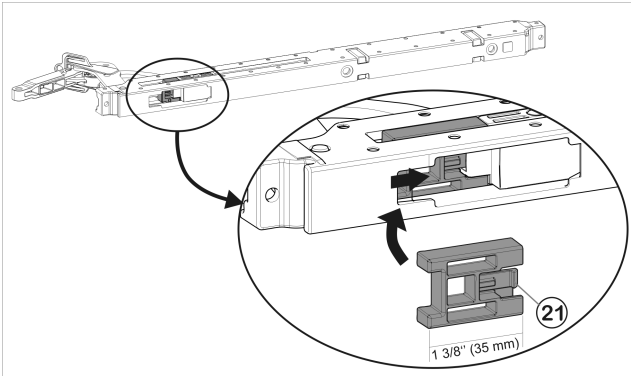

Fig. 57
- Montar el limitador de apertura (90°) *Fig. 57 (21)* suministrado: colóquelo a un lado del amortiguador de cierre e introdúzcalo hasta que encaje de forma perceptible.